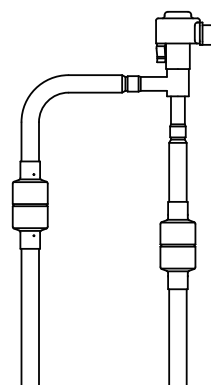

Imagen 3-2
1. Cuando el EEV de la caja de control AHU queda con la caja de control AHU, la caja de control AHU se debe instalar verticalmente, como se muestra en la imagen 3-2.
2. Cuando el EEV de la caja de control AHU está separado de la caja de control AHU, la caja de control AHU se debe instalar verticalmente, como se muestra en la imagen 3-2.